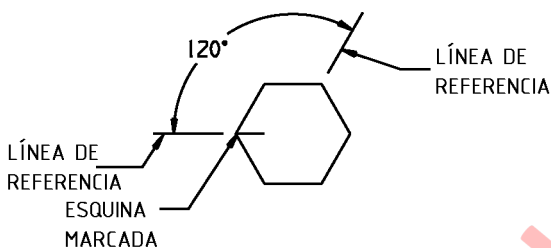

FIGURA 2-9. AVANCE EN 120 GRADOS
18. Marque una esquina de la cabeza del tornillo con un marcador de pintura como se muestra en la Figura 2-9. Dibuje una línea de referencia en la superficie de la suspensión (o chasis) junto a la esquina marcada en el tornillo. Dibuje otra línea de referencia en la superficie de la suspensión (o chasis) a 120 grados en avance de la esquina marcada en el tornillo.